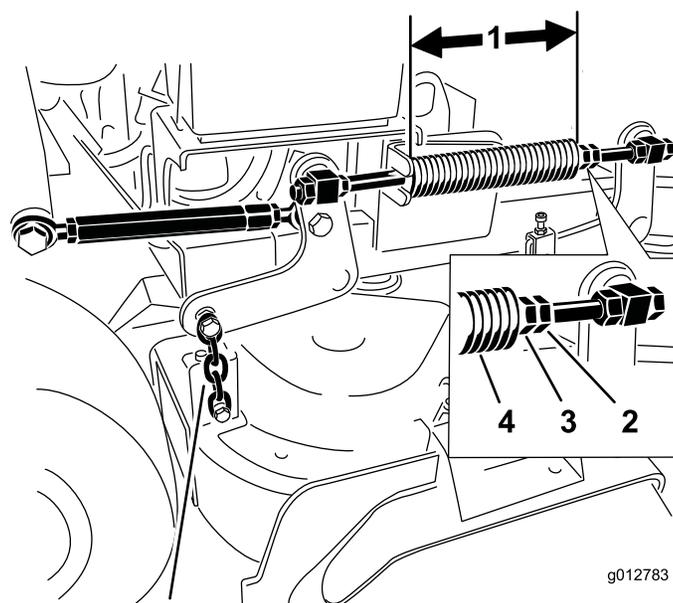

Figura 89
2. Compruebe la longitud del muelle de compresión. La longitud nominal es de 28,2 cm para carcassas de corte de 91 cm y 25,7 cm para carcassas de corte de 102 cm (Figura 89).
3. Ajuste esta distancia aflojando la contratuerca elástica y girando la tuerca que está delante de cada muelle (Figura 89).
4. Fije la tuerca en la posición deseada apretando la contratuerca elástica (Figura 89).